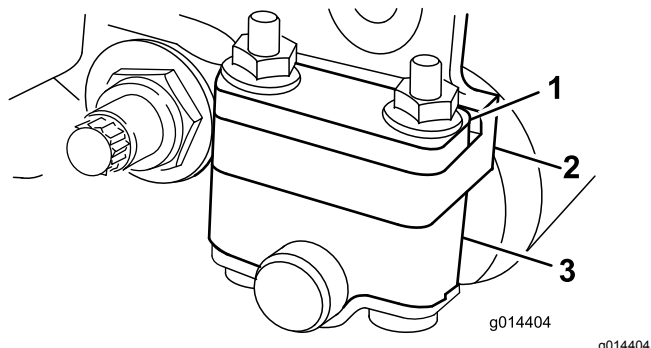
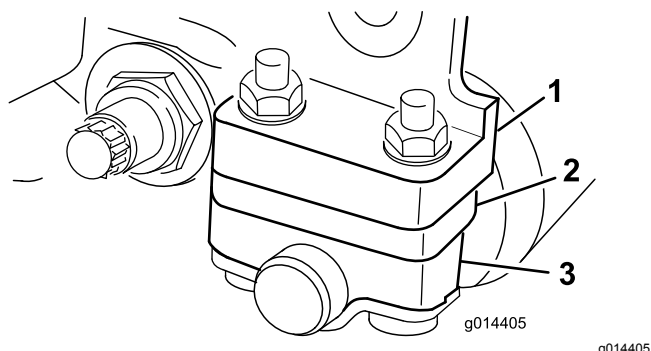

Figura 11
Figura 12
In base all'altezza di taglio desiderata occorrerà regolare le staffe del rullo posteriore (Figura 11 o Figura 12) nella posizione bassa o alta:
di fabbrica) quando l'intervallo di impostazione dell'altezza di taglio è compreso tra 1,5 mm e 6 mm (1/16" - 3/8"), come illustrato nella Figura 11.
- Collocate il distanziale sotto la flangia di montaggio della piastra laterale se l'altezza di taglio è compresa tra 3 mm e 25 mm, come illustrato nella Figura 12.
4. Collocate i distanziali sulle viti al di sopra o al di sotto delle staffe del rullo, come opportuno (Figura 11 o Figura 12).